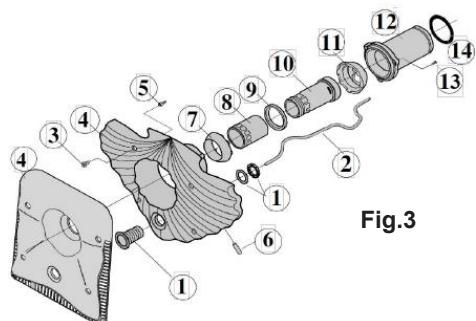
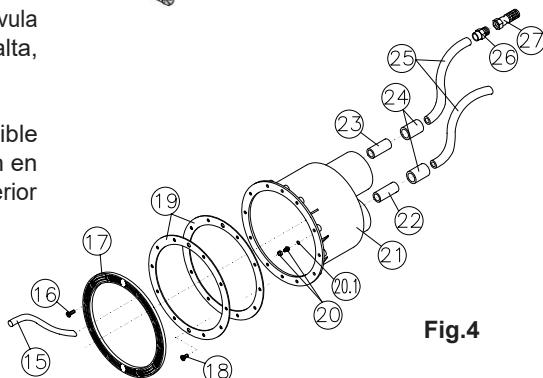

Fig.3
Fig.4
5.1 Para fijar el nicho en una pared con liner, deben seguir las instrucciones dadas en el capítulo 2 (lugar de instalación). Sujetaremos las juntas (nº 19, fig.4), al nicho (nº 21, fig.4) con los tornillos (nº 18, fig.4), teniendo en cuenta que el liner quedara colocado entre las dos juntas (nº19, fig.4). Por último fijaremos el anillo (nº 17, fig.4) sujetandolo con los tornillos (nº 16, fig.4).
6.1 El nicho se suministra con los tubos nº 22 y 23 (fig.4) ya instalados, además uno de los manguitos (nº 24, fig.4) se suministra encolado en el tubo nº 22. Una vez fijado el nicho a la pared, siguiendo las instrucciones del capítulo 2, procederemos a la instalación de las líneas de aire y neumática.
Por último, instalaremos el tubo flexible (nº 15, fig.4) embutiéndolo a presión en la cánula que se encuentra en el interior del nicho. (ver fig. 5a-5b, pag. 6).
Esta línea está compuesta por un tubo (nº 22), un manguito (nº 24) y un tubo flexible (nº 25); como el tubo (nº 22) y el manguito (nº 24) ya están instalados en el nicho, sólo tendremos que encolar el tubo (nº 25). Antes de encolar el extremo del tubo (nº 25) al manguito (nº 24), introduciremos el tubo transparente (nº 2, fig.3) dentro de la línea neumática, pasaremos el extremo de dicho tubo transparente (nº 2, fig.3) por el orificio del nicho, y lo fijaremos mediante el prensa (nº 20 y 20.1, fig.4). Una vez realizada esta operación, procederemos a encolar el tubo (nº 25) al manguito (nº 24). El extremo del tubo transparente (nº 2, fig.3) se conectará al microinterruptor situado en un lateral del cuadro hidroneumático incluido con el HIDROJET.